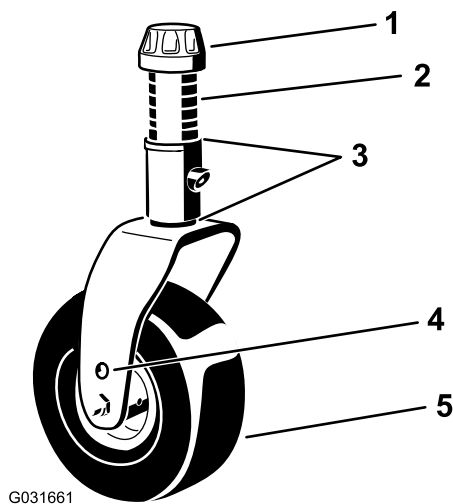

Figura 17
4. Utilizando a chave da tampa da roda fornecida, desaperte a tampa de tensão e retire-a do eixo da roda giratória e faça deslizar o eixo da roda para fora do braço da roda (Figura 17).
7. Coloque os calços (tal como se encontravam inicialmente) e os espaçadores restantes no eixo (Figura 17).
8. Instale a tampa tensora e aperte-a com a chave da tampa da roda fornecida para fixar o conjunto (Figura 17).